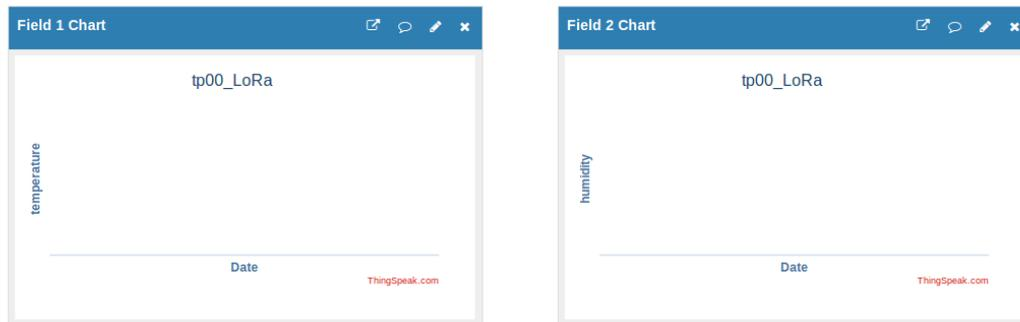

Figure 8 : Interface de visualisation des données reçues.
6. Les données de chaque champ créés sont accessibles dans l'onglet **Private View** (Fig. 8). Pour tester le fonctionnement des liens, utiliser un navigateur et lancer par exemple le lien suivant : [https://api.thingspeak.com/update?api\\_key=XXXXXX&field1=31](https://api.thingspeak.com/update?api_key=XXXXXX&field1=31) en remplaçant **XXXXXX** par la clé d'écriture copiée précédemment. Dans l'onglet **Private View** la valeur 31 s'affiche dans le graphe quelques secondes après avoir lancé le lien.